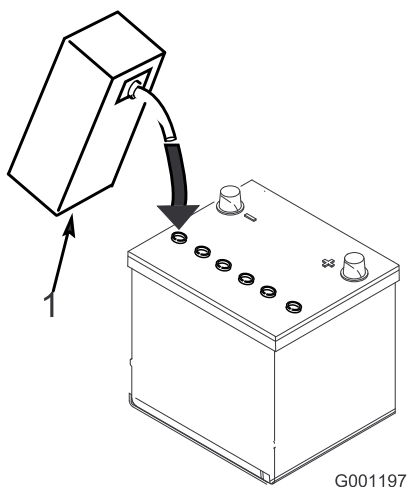

Figure 6
5. Versez de l'électrolyte avec précaution dans chaque élément jusqu'à ce que les plaques soient recouvertes par environ 6 mm de liquide (Figure 6).